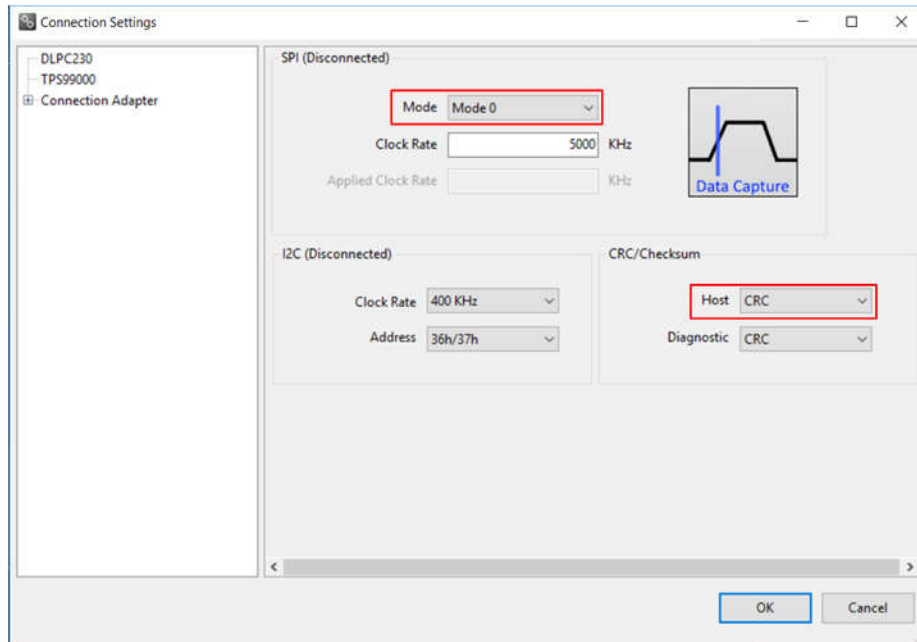

図 2-3. DLPC230-Q1 車載制御プログラムの通信設定
- 「Connection Settings」(接続設定) を選択して、図 2-3 に示す SPI 構成が、表 1-3 に記載されているコントローラ PCB スイッチ設定と一致していることを確認します。特に、SPI モードおよび CRC/ チェックサムは、スイッチの設定によって異なる場合があります。設定が完了したら「OK」を押します。